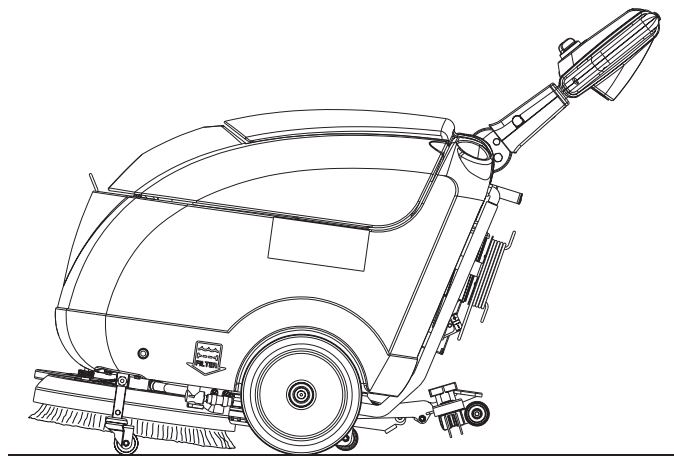

Figure 3
9. Relâcher les leviers de rotation brosse (60) et le bouton-poussoir de validation (59).
10. Tourner la manette (52) sur la position «0».
11. Porter l'interrupteur général (3) sur «0» pour arrêter la machine.
12. Débrancher la fiche du câble d'alimentation (21) du réseau électrique et l'enrouler autour du logement.
13. Actionner la goupille de positionnement (24), puis activer le dispositif de transport / stationnement (23a) de la machine pour maintenir la brosse / plateau support disque soulevé (voir la Figure 3).
1. Porter l'interrupteur général (3) sur «0» pour arrêter la machine.
2. Débrancher la fiche du câble d'alimentation (21) du réseau électrique et l'enrouler autour du logement.
3. Soulever l'embouchure (46).
4. Actionner la goupille de positionnement (24), puis activer le dispositif de transport / stationnement (23a) de la machine pour maintenir la brosse / plateau support disque soulevé (Figure 3).
6. Le travail effectué, afin de ne pas entraîner la brosse / disque sur le sol et de ne pas laisser des traces mouillées, déposer la brosse / disque de la tête en suivant la procédure de décrochage (voir la procédure suivante) et puis l'appuyer sur le support avant (33).